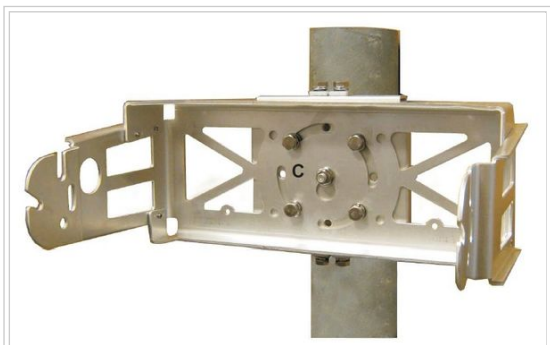

Fig. 4 - Fijación del soporte a la platina
- Colocar la tuerca con arandela en el tornillo ubicado en el centro de la platina dejando aprox 0.5 cm. de rosca libre entre platina y tuerca para facilitar el montaje del equipo (Fig. 4). Colocar el soporte C del equipo en la platina. Fijar el soporte a la platina mediante 4 bulones con arandela plana (en contacto con el soporte C) y arandela de presión (entre cabeza de bulón y arandela plana). Verificar que quede horizontal y ajustar los 4 bulones y la tuerca central.